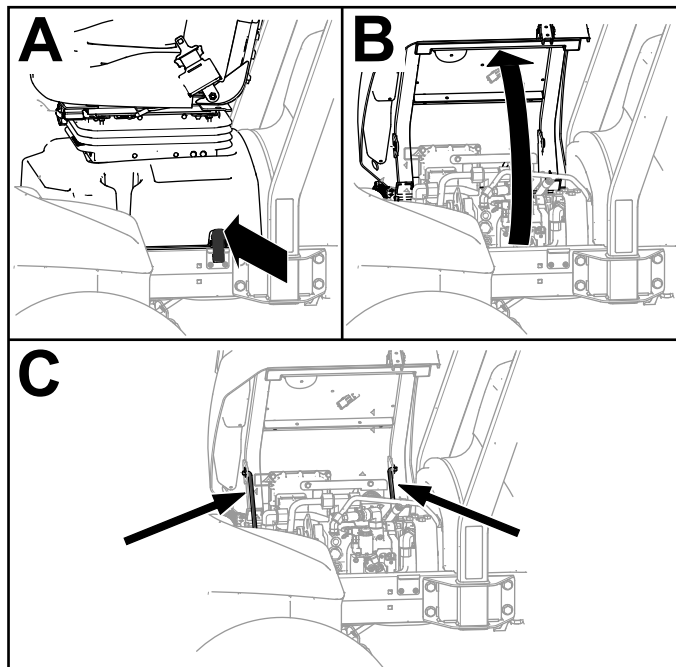

Figure 68
1. Déverrouillez le socle du siège (A de Figure 68).
2. Basculez le siège et son socle (B de Figure 68).
3. Soutenez-les dans cette position avec les béquilles (C de Figure 68).